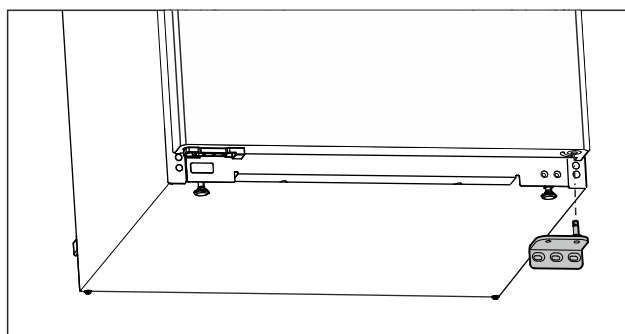

Fig. 15
- Retirer le support de palier vers le bas. (voir Fig. 15)